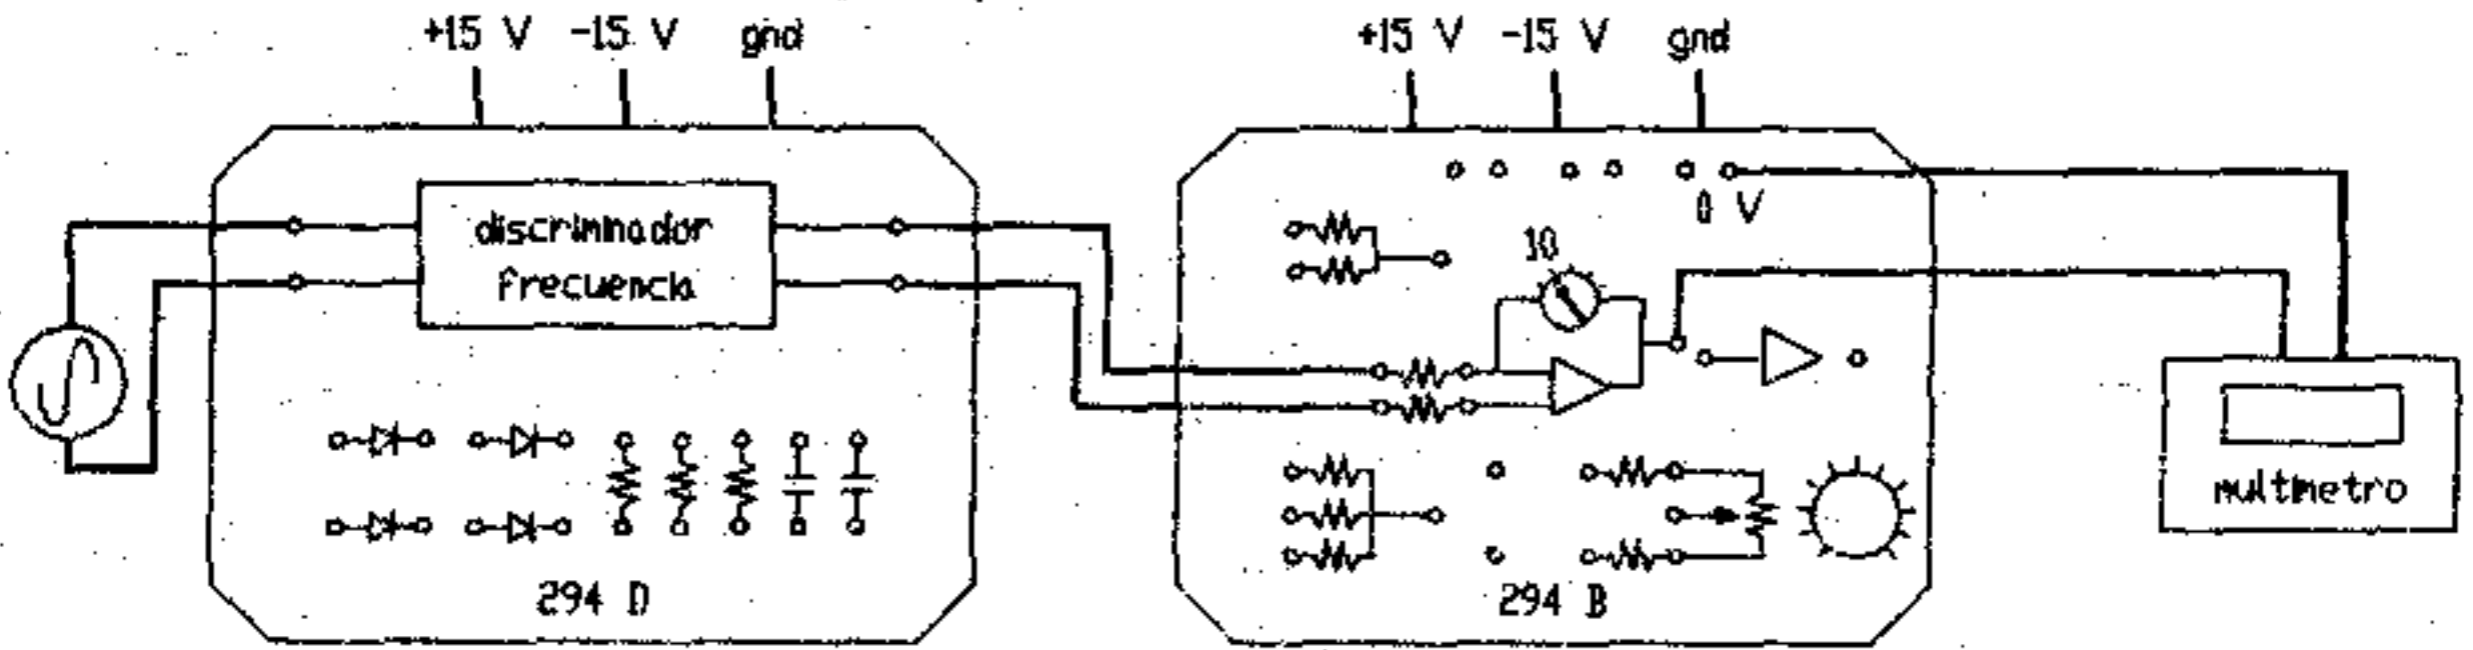

Figura 12
a) Polarice los módulos discriminador de frecuencias (294 D) y amplificador diferencial (294 B) con + 15 V, - 15 V y tierra; interconéctelos en cascada como lo muestra la figura 12.